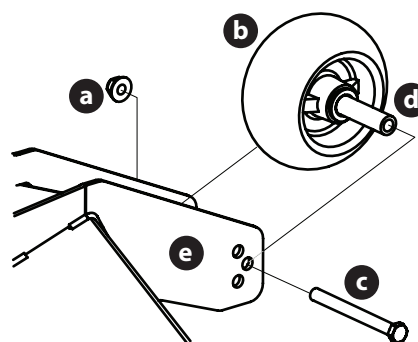

Figura 53
- Retire la tuerca de seguridad (a) que fija una de las ruedas de calibración delanteras (b) a la plataforma. Retire la rueda de calibración (b), el tornillo hexagonal (c) y el espaciador (d) (Figura 53).
- Inserte el tornillo hexagonal (c) en uno de los tres orificios de posicionamiento del soporte (e) de la rueda de calibración delantera que le dará a la rueda de calibración delantera (b), una separación de 1/4 a 1/2" del suelo (Figura 53).
- Observe el orificio de posicionamiento de la rueda de calibración delantera (b) que acaba de ajustar y ajuste la otra rueda de calibración delantera (b) en el orificio de posicionamiento respectivo del otro soporte de rueda de calibración delantera de la plataforma (e) (Figura 53).